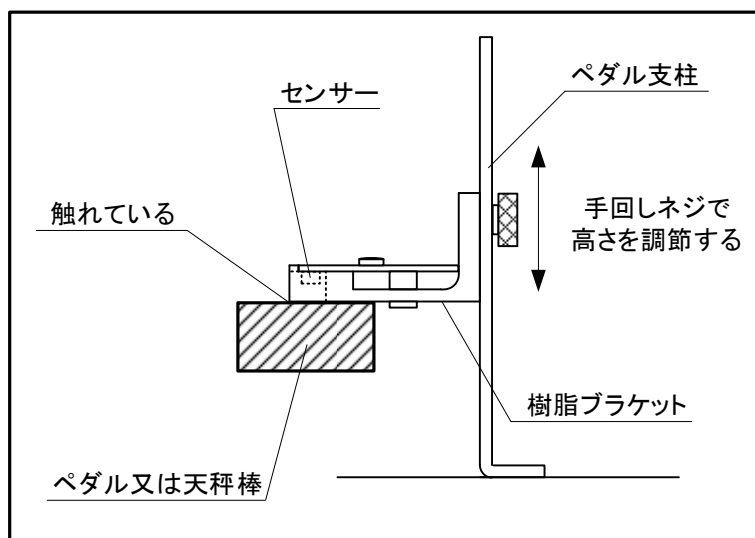

図3.4-2 センサー部の高さ調整
(2) ペダルを踏み込まない状態で、図3.4-2の様に手回しネジで高さを調節して、ペダルや天秤棒の上面に樹脂ブラケットの下面が触れていることを確認する。